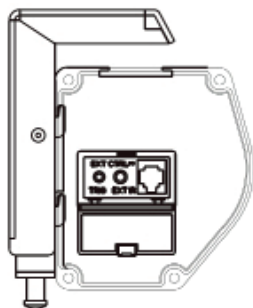

Afb. 14
2. Bevestig de plafondhangers aan de wandhouders met behulp van de meegeleverde M5x10 mm schroeven en zorg ervoor dat de schroeven van de wandhouder stevig aangedraaid zijn. (Afb. 14 en 15)